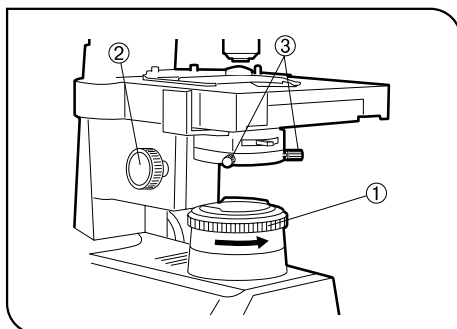

Abb. 12
1 Zentrieren der Leuchtfeldblende (Abb. 12 & 13)
1. Das 10X-Objektiv einschwenken und das Objekt scharfstellen. Den Leuchtfeldblendenring ① gegen den Uhrzeigersinn drehen, um die Blende nahezu auf ihre kleinste Öffnungsweite einzustellen.
2. Den Einstellknopf für die Kondensatorhöhe ② drehen, um das Bild der Leuchtfeldblende scharfzustellen.
3. Die beiden Zentrierschrauben ③ für die Zusatzlinsen durch Drehen so einstellen, daß sich das Bild der Leuchtfeldblende in der Mitte des Sehfelds befindet. (Abb. 12 & 13)